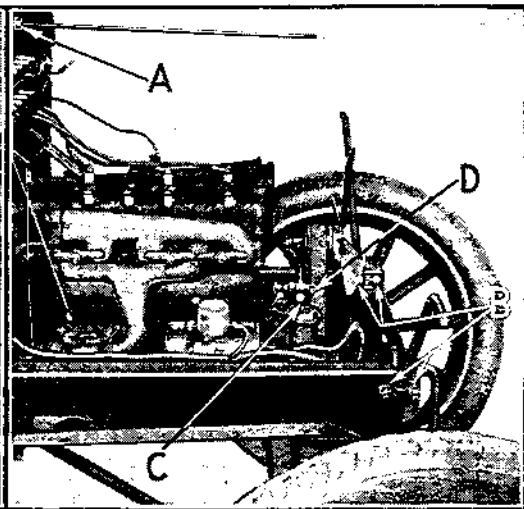

Fig. 22
- f) Retirer la tige support du radiateur par le tablier en dévissant l'écrou de fixation de la tige, (Voir A, fig. 22.)
- a) Desserrer la vis de réglage C du ventilateur (fig. 22).